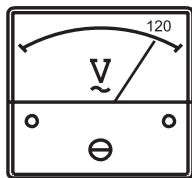

Figure 44. Voltmètre
4. Le voltmètre CA du générateur (Figure 44) affichera la sortie du générateur en VOLTS.